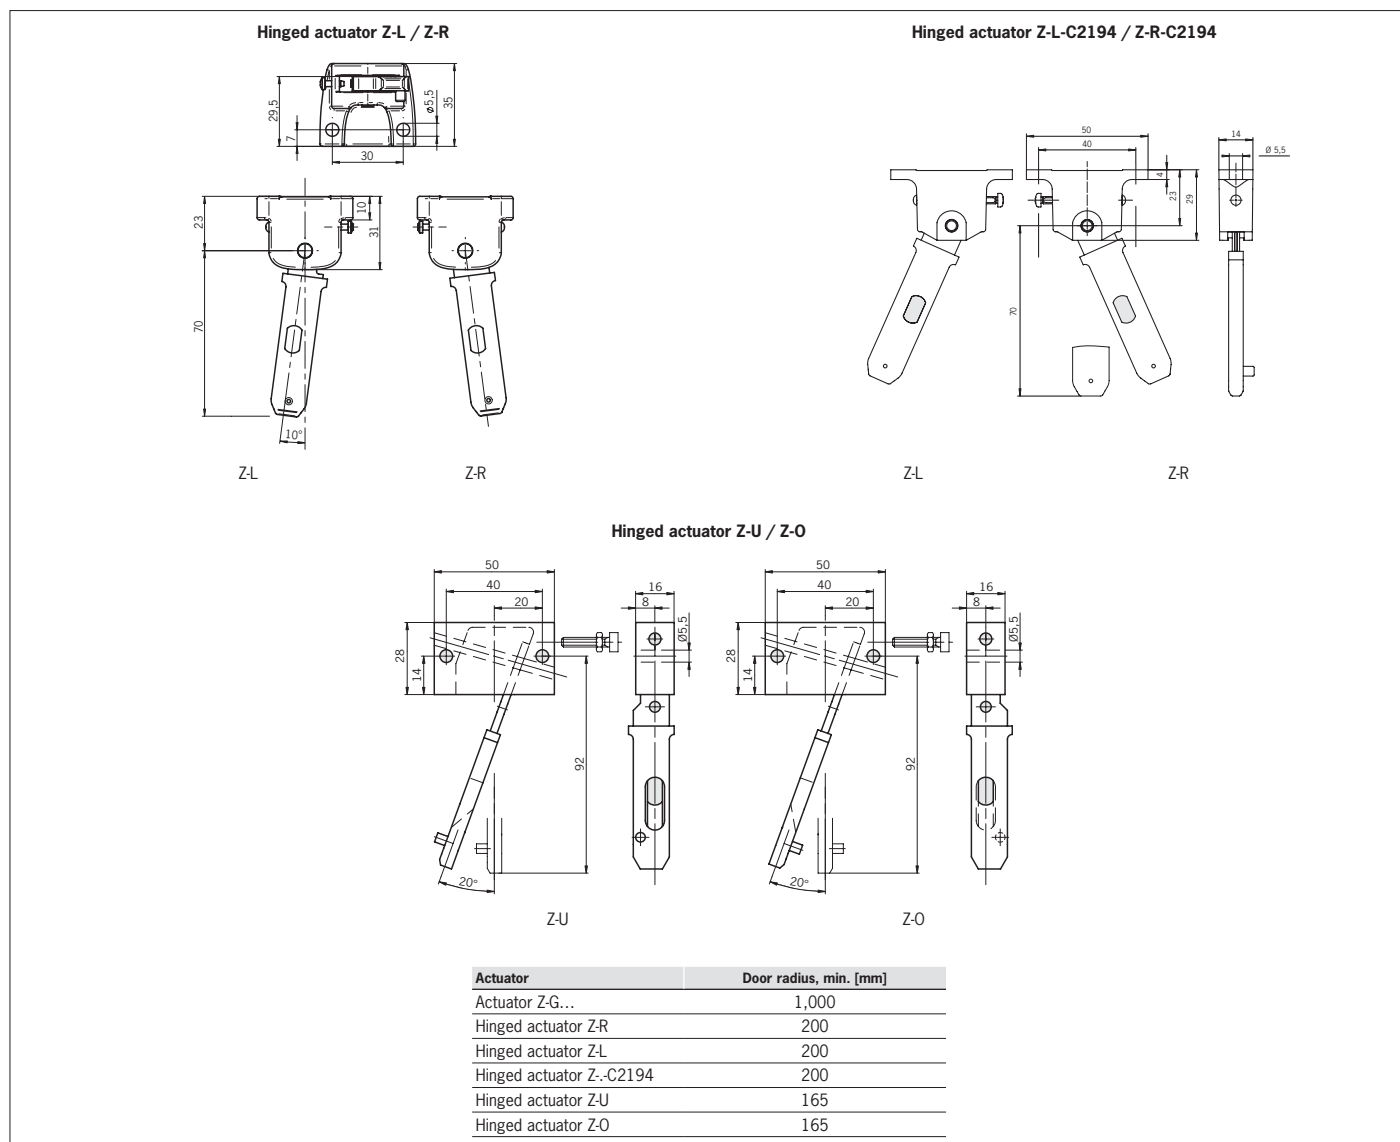

Fig. 5: Minimum door radii
▶ Tenez compte également du rayon de porte et des possibilités de fixation (voir Fig. 5).